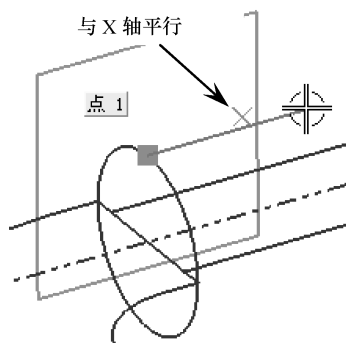

图 5-20 创建直线
- 17 使用【点】工具,以默认的支持平面,在吊钩柄部圆曲线上创建出平行于 X 轴(支持平面)的直线特征,如图 5-20 所示。